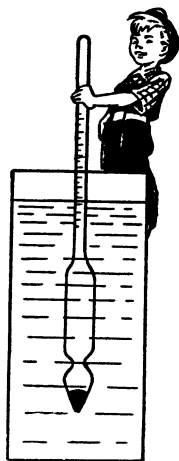

Рис. 48. Лактометр
5. Лактометром (рис. 48) определяют удельный вес молока. В каком молоке, с большим или меньшим содержанием жира, лактометр глубже погрузится в молоко?